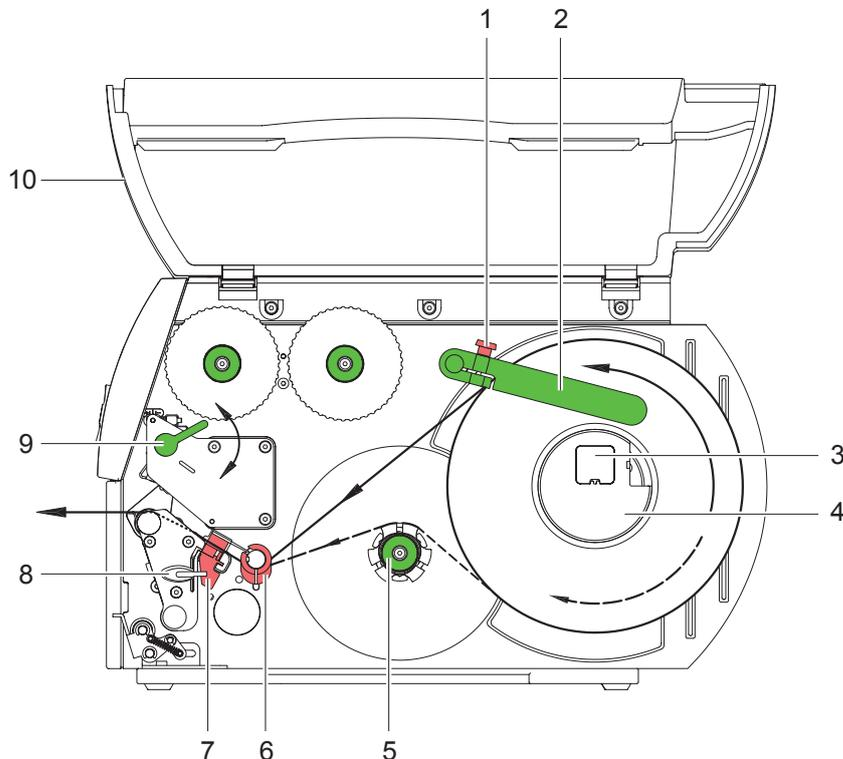

Bild 8 Rollenetiketten einlegen
- ▶ Hebel (Abb. 8, Pos. 9) in Uhrzeigerrichtung, drehen, um den Druckkopf zu verriegeln.